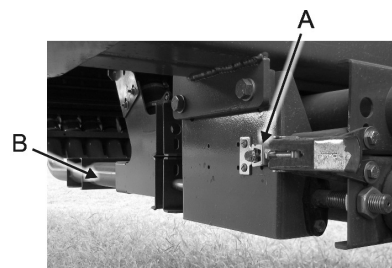

Figura 1
1- Liberar las trabas (A) y tire el manifold (B) hacia afuera. Ver Figura 1